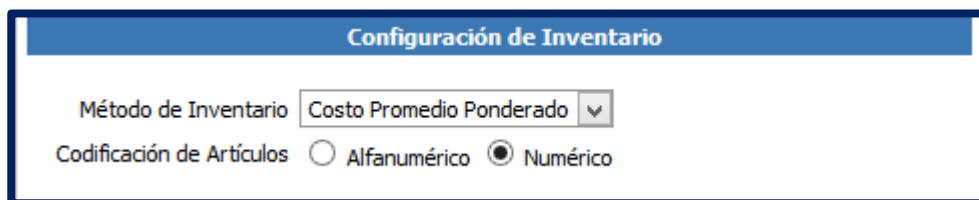

Imagen 16: Tipo de Codificación de Artículos.
5.- Seguidamente se debe escoger el tipo de **“Codificación de Artículos”** (imagen 16), esta codificación se refiere al código que llevarán los artículos, no es modificable una vez que se escoja y puede ser de tipo Alfanumérico (permite llevar letras y números) o Numérico (solo admite números). Si se selecciona de tipo Alfanumérico al momento de crear una ficha para ingresar al sistema un nuevo artículo, el usuario deberá colocar de forma manual el código. Ahora si se selecciona de tipo Numérico el sistema coloca los números automáticamente y de forma correlativa. Por tal razón para nuestro caso se escogerá de tipo Numérico.